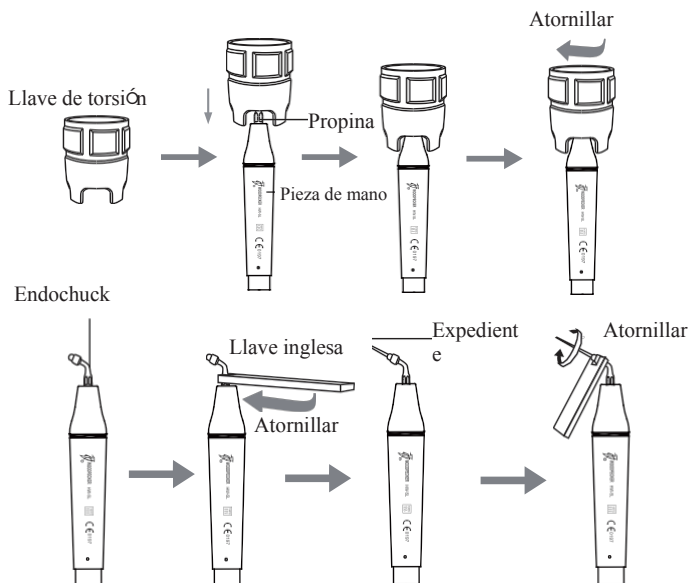

Figura 6
i) Seleccione una punta de escala adecuada según lo necesite, atorníllela firmemente en la pieza de mano con la llave dinamométrica (consulte la Figura 6).
2.1.3 Instrucción de la llave dinamométrica (Ver Figura 6)
① Tome la punta de escala en la llave dinamométrica, opere como se muestra en la figura 6.
Installation Instalación de la punta: sostenga la pieza de mano, gire la punta hacia la dirección como se muestra en la figura 6 con la llave dinamométrica. Gire uno más círculos cuando la punta se detenga, luego se instalará la punta.
- a) Fije el endochuck a la pieza de mano con una llave endo (ver Figura 6).
La punta está floja debido a la vibración.	Atornille la punta firmemente (Ver Figura 6).